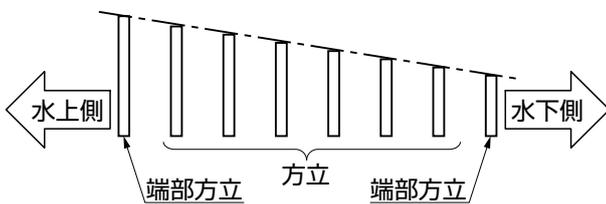

図5-8
- 端部方立、方立は各々長さが違います。取付け順序を間違わないよう取付け前に長さ順にそろえておいてください。(図5-8参照)